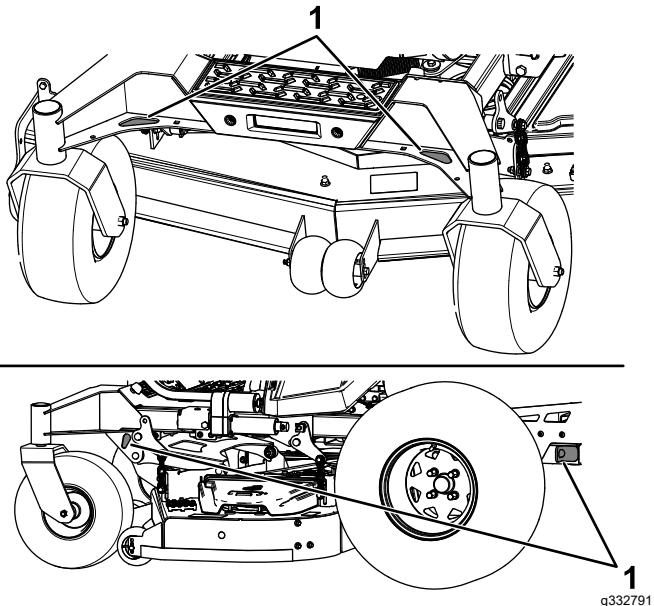

Рисунок 39
6. С помощью строп, цепей, тросов или канатов закрепите машину в точках, расположенных рядом с передними поворотными колесами и на задней части рамы (Рисунок 39). Изучите местные нормативные документы по требованиям к креплению оборудования.